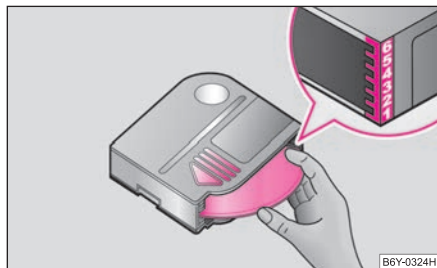

Abb. 129 Wechsler mit CD laden
- Das Magazin mit der Pfeildarstellung nach oben bis zum Anschlag hineinschieben ⇒ Seite 120, Abb. 129. Die Pfeilspitze auf dem Magazin muss dabei zu dem Magazinschacht weisen.
- Magazin mit der Pfeildarstellung nach oben halten ⇒ Abb. 129.
- **CDs mit der Wiedergabeseite nach unten** einzeln in das Magazin einsetzen, bis sie mit einem Rastgeräusch einrasten. Beachten Sie die CD-Reihenfolge an der rechten Magazinseite ⇒ Abb. 129.